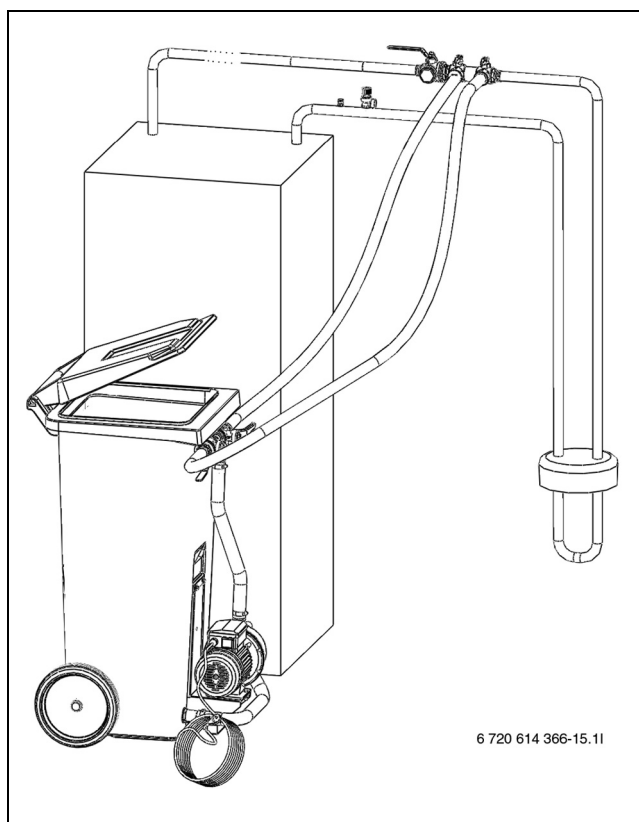

Bild 23 Befüllen mit Befüllstation
- ▶ Zwischen Befüllstation und Befülleinrichtung zwei Schläuche anschließen (→ Bild 23).